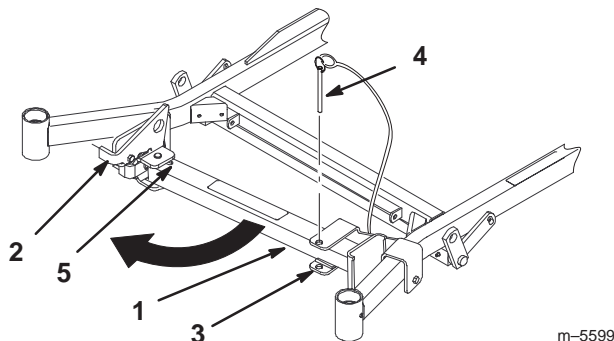

Figure 29
2. Retirez la goupille du support (Fig. 29).
3. Soulevez le verrou. Déployez le pied du support et poussez le support vers la machine, au bas de la fente (Fig. 29 et 30).
5. Ramenez le support à sa position de repos (Fig. 29).